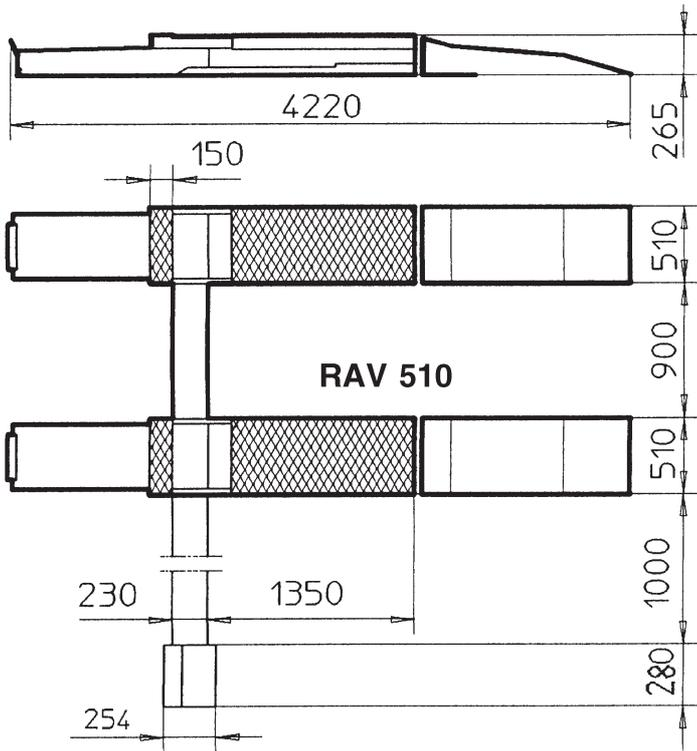
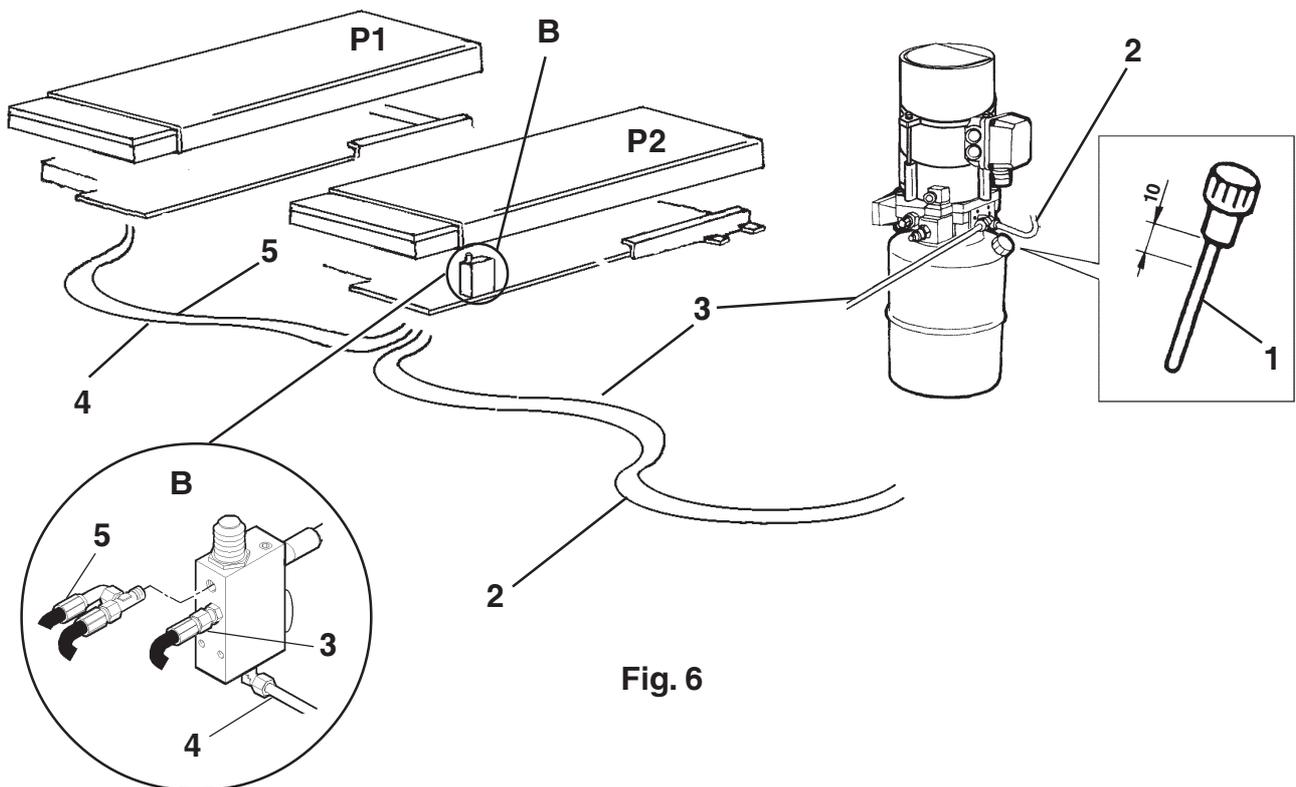

Fig. 4
Fig. 6
Posizionare le pedane e il mobiletto di comando (vedi Fig. 4) alla giusta distanza fra loro tenendo presente che la pedana P2 è quella in cui è montato nella base il blocco della valvola di riallineamento indicato con (B) nella Fig.6. Togliere il mobile (1) dal supporto centralina così da rendere visibili ed agibili i punti di attacco dei tubi.
Position the footboards and the control unit (Fig.4) the right distance apart, bearing in mind that the footboard P2 is the one fitted with the block of the alignment valve shown as (B) in Fig.6. Remove the unit (1) from the control unit support so that the tubing attachment points are visible and easily accessible.
Die Fahrschienen und den Schaltschrank (siehe Abb. 4) in der untereinander richtigen Entfernung positionieren und dabei berücksichtigen, dass der Block des Ausgleichsventils, gekennzeichnet mit (B) in der Abb. 6 im Grundrahmen der Fahrschiene P2 montiert ist. Das Gehäuse (1) vom Schaltschrankgestell entfernen, damit die Leitungsanschlussstellen gut ersichtlich und leicht zugänglich sind.
Positionner les chemins de roulement et l'unité de commande (voir Fig. 4) en les maintenant à la juste distance et en tenant compte du fait que le chemin de roulement P2 est celui dont la base est équipée de la vanne de réalignement indiquée par la lettre B sur la Fig. 6. Retirer le meuble (1) du support de la centrale pour que les points d'attache des tuyaux soient visibles et accessibles.
Colocar las plataformas y el mueble de mandos (como indica la Figura 4) a la distancia correspondiente entre ellas teniendo en cuenta que en la base de la plataforma P2 está montado el bloque de la válvula de realineación indicado con (B) en la Fig.6. Quitar el mueble 1 del soporte de la caja de control de manera que estén a la vista y sean accesibles los puntos de conexión de los tubos.
Estrarre da sotto la pedana (P2) i due tubi indicati con (2) e (3), togliere i rispettivi tappi e collegarli alla centralina come si vede in Fig.6. Sostituire nella centralina idraulica il tappo con il tappo-asta di livello (7). Verificare che il livello dell'olio sia circa a 10 mm dal tappo stesso.
Remove the two tubes (2) and (3) from beneath the footboard (P2), remove the caps and connect them to the control unit as shown in Fig.6. Replace the cap with the level test cap (7) in the hydraulic control unit. Check that the oil level is about 10 mm from the cap.
Die zwei mit (2) und (3) gekennzeichneten Leitungen unter der Fahrschiene P2 herausziehen, die entsprechenden Pfropfen entfernen und die Leitungen gemäss Abb. 6 an den Schaltschrank anschliessen. Im Schaltschrank den Pfropfen mit der Ölstandschaube (7) ersetzen. Sicherstellen, dass der Ölstand auf ca. 10 mm von der Ölstandschaube liegt.
Extraire les deux tuyaux marqués (2) et (3) situés sous le chemin de roulement P2, les libérer de leurs bouchons respectifs et les relier à la centrale comme indiqué à la Fig. 6. Dans la centrale hydraulique, remplacer le bouchon par le bouchon-jauge (7). Vérifier que le niveau de l'huile se trouve à une distance approximative de 10 mm du bouchon.